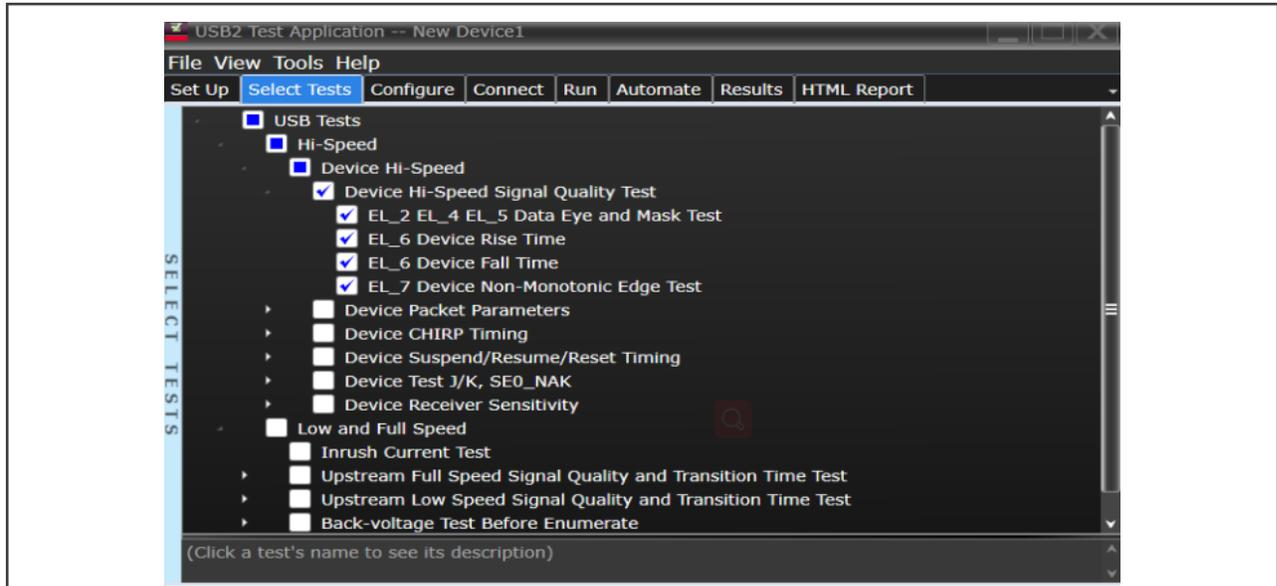

图 8. Device Hi-Speed Signal Quality Test
1. 在示波器上搭建好测试环境后，选择 Device 作为 DUT，勾选如图 8 所示的测试项，并在 configure 选项卡中将测试类型设置为 Hi-Speed Near End。